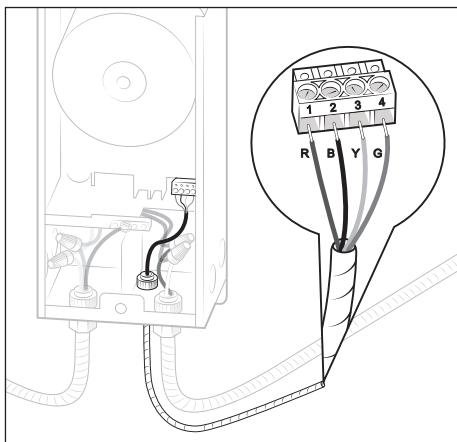

Figura 5. Conexión de cables RS-485
7. El RS-485 viene conectado de fábrica al controlador de luces. Conecte los cables de comunicación RS-485 de bajo voltaje al sistema de automatización Aqualink RS. Conecte el cable rojo (R) a 1, el negro (B) a 2, el amarillo (Y) a 3 y el verde (G) a 4 en el conector; consulte la *Figura 5*.